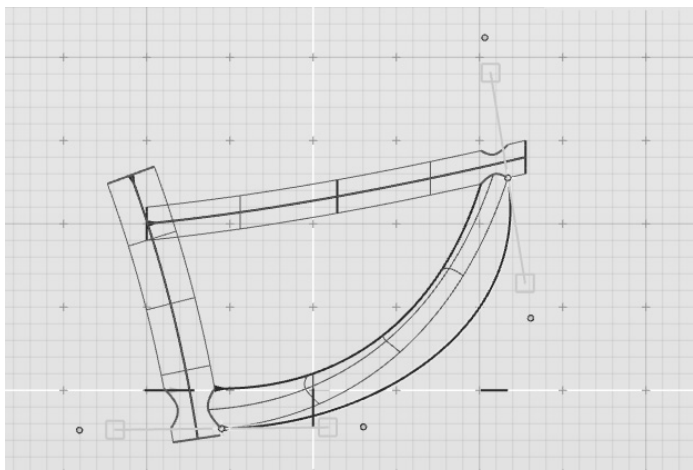

图 5-128 创建另外一条融合曲线
10) 此时的放样形态还不够美观, 于是可以考虑再增加一条轨迹曲线。再次利用“融合曲线”工具, 针对两个修剪曲面边界, 创建另外一条融合曲线, 如图 5-128 所示。